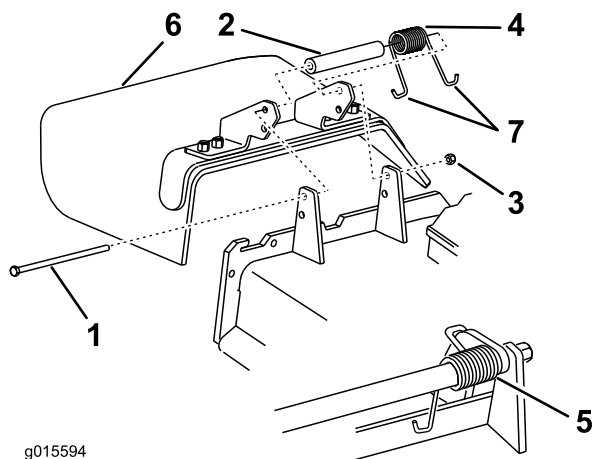

Figura 97
1. Togliete il dado di bloccaggio, il bullone, la molla e il distanziale che fissano il deflettore alle staffe orientabili del tosaerba (Figura 97). Togliete il deflettore dell'erba tagliata se è danneggiato o consumato.
Nota: Verificate che un'estremità **J** della molla si trovi dietro il bordo del piatto di taglio prima di montare il bullone, come illustrato nella Figura 97.
- Montate il bullone e il dado. Infilate un'estremità a gancio **J** della molla attorno al deflettore dello sfalciatore (Figura 97).